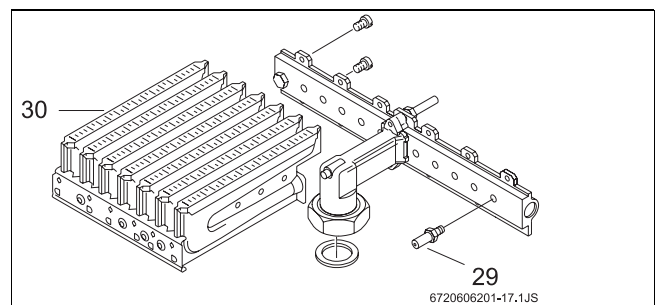

Fig. 13
- Smontare entrambe le rampe degli ugelli (Fig. 13, pos. 30) e sostituire gli ugelli (Fig. 13, pos. 29).